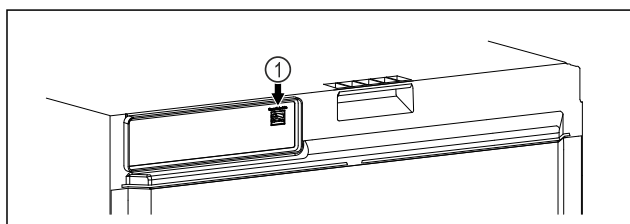

Fig. 101
- ☐ El SmartModule Fig. 101 (1) está colocado.